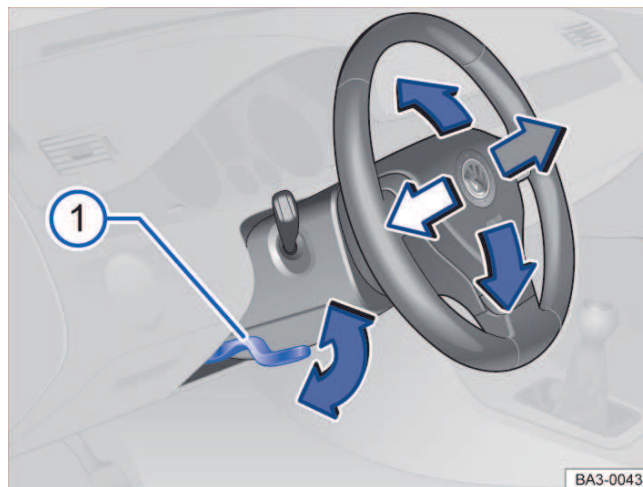

Fig. 64 Embaixo e a esquerda do volante junto com o revestimento da coluna de direção: alavanca de ajuste da posição do volante.
- Empurrar a alavanca para baixo → Fig. 64 ①. ▶